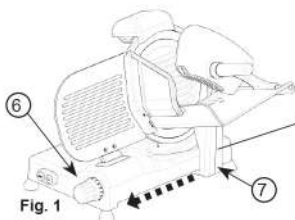

Fig. 2
- Spingere il carro (7) verso la manopola (6) e far ruotare il carro (7) - fig. 2 / 3.